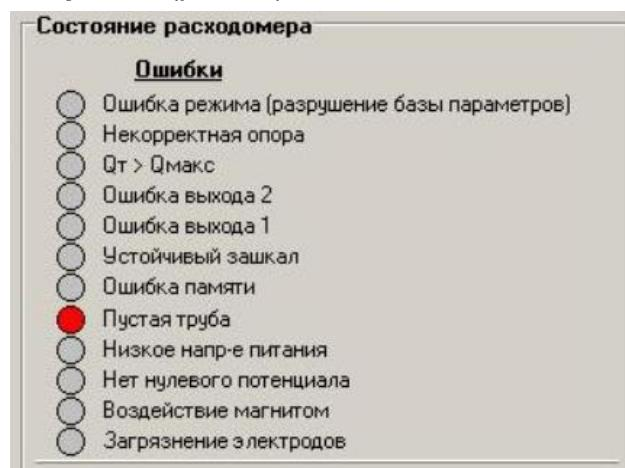

Рис.26. Вид индикации сообщений об ошибках.
- 5.1. Неисправности (ошибки) и нештатные ситуации, диагностируемые расходомером, отображаются в группе **Состояние расходомера** на вкладке **Измерения** (рис.26).